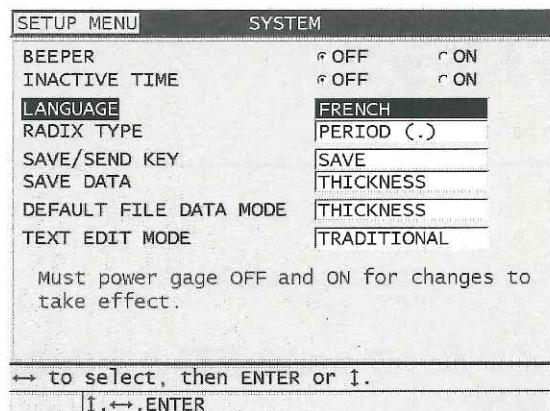

図 4-1 ユーザーインターフェイス言語の選択
3. SYSTEM (システム) 画面で、以下の操作を行います (46 ページ図 4-1)。